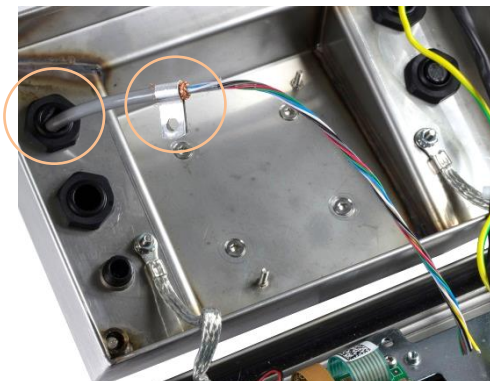

Figura 2-27: Passaggio del cavo della cella di carico nella scocca del terminale IND236, con il fermaglio di terra.
1. Il cavo della cella di carico entra attraverso il pressacavo illustrato nella Figura 2-27.